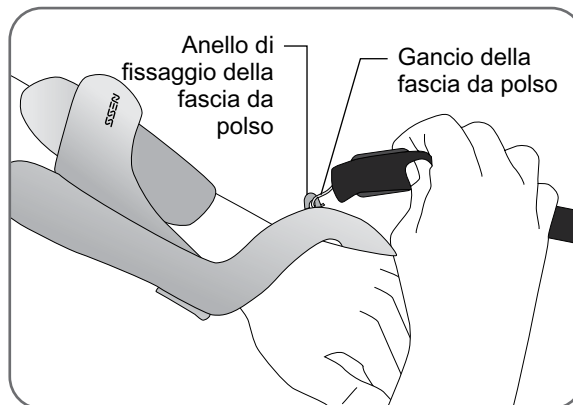

Figura 8-11 - Fissaggio del gancio della fascia da polso
6. Fissare il gancio sulla fascia da polso dell'ortosi all'anello di fissaggio della fascia da polso (Figura 8-11).